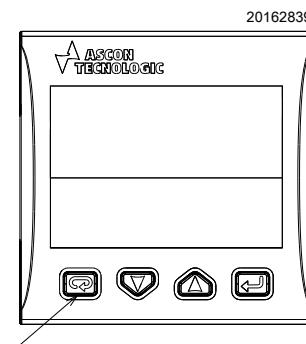

图 162
燃烧器配有温度控制装置27（第12页图5）-（图162），通过热电偶监测燃烧头内的温度，防止燃烧头损坏。
- 按温度控制按钮1（图162），复位；